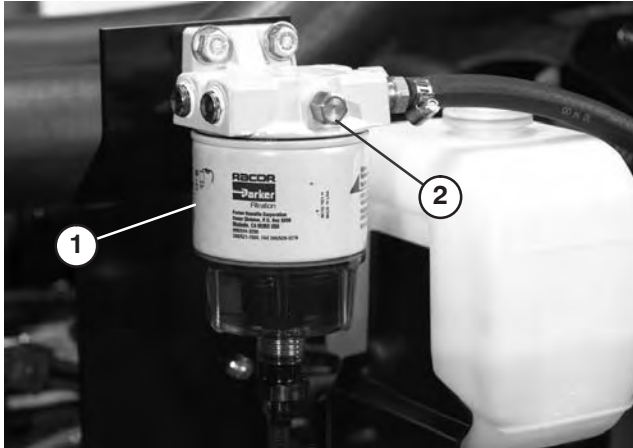

Figure 14
3. Ouvrez le bouchon d'aération sur le filtre à carburant/séparateur d'eau (Fig. 14).